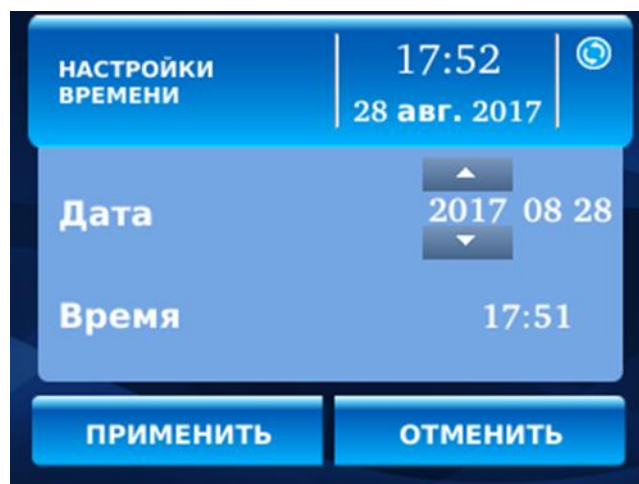

Рисунок 38 – Окно раздела «Настройки времени»
2.4.1.2.4 При выборе пункта «Дата и время» откроется окно раздела «Настройки времени» (см. рисунок 38).